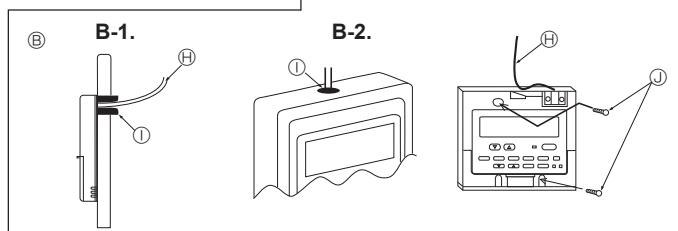

Fig. 6-3
- (2) ปิดช่องลดสายรีโมทคอนโทรลด้วยปูนฉาบ เพื่อบังกันเหยดหน้าค้าง น้ำ แมลงสาบหรือหนอน (Fig. 6-3)
[Fig.6-3]